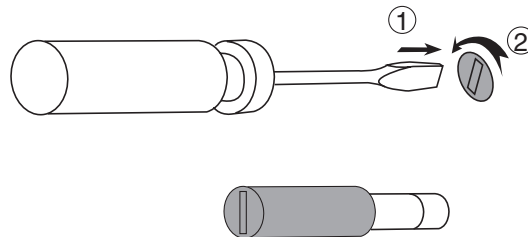

図 1-4 ヒューズホルダの外し方
2. 後面パネルのヒューズホルダを図1-4のように、マイナスドライバなどを使用して押しながら左に回して外します。